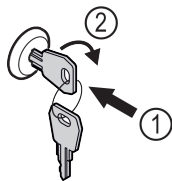

Fig. 159 Représentation à titre d'exemple
- Insérer la clé Fig. 159 (1).
- Tourner la clé à 90° dans le sens horaire Fig. 159 (2).